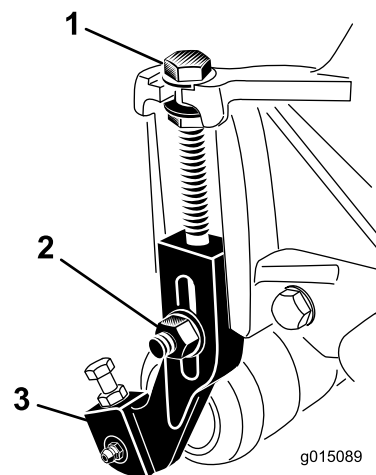

**Figura 16**
**Nota:** A posição entre o rolo traseiro e o cilindro é controlada pelas tolerâncias mecânicas dos componentes montados, não sendo necessário o alinhamento em paralelo. Podem ser efetuados determinados ajustes, colocando a unidade de corte na placa e desapertando as cavilhas de montagem da placa lateral (Figura 16). Ajuste e aperte os parafusos. Aperte os parafusos com 37 a 45 N·m.